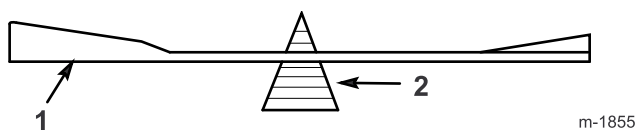

Figure 37
2. Vérifiez l'équilibre de chaque lame en la plaçant sur un équilibreur (Figure 37). Si la lame reste horizontale, elle est équilibrée et peut être utilisée. Si la lame est déséquilibrée, limer un peu le dos de la lame. Répétez la procédure jusqu'à ce que toutes les lames soient équilibrées.